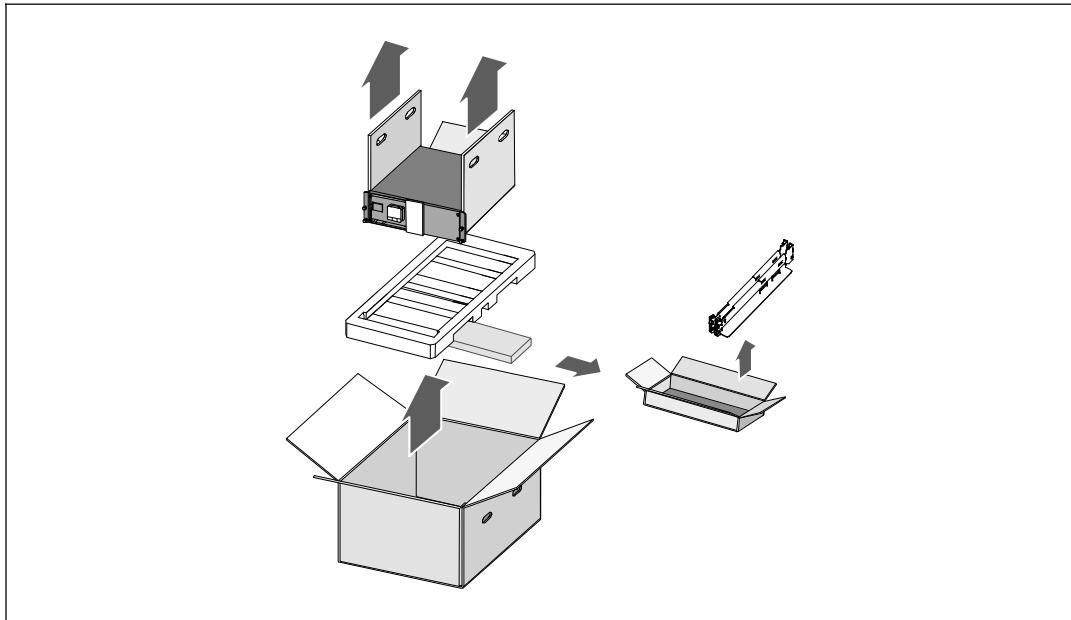

図3.キャビネットとレールキットの取り外し
- 2** 片側を一人ずつで持ち、段ボールのハンドル部分を使って、段ボール箱からキャビネットを注意して持ち上げ、平らな安定した表面上に置きます。（図3を参照）。